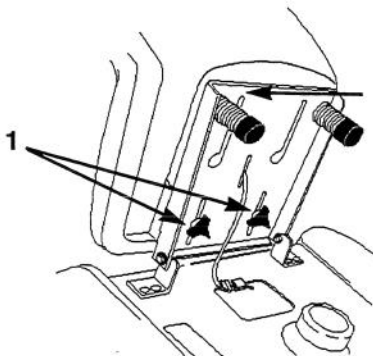

Figure 10
1. Soulever le siège et desserrer les boutons de réglage (Fig. 10).